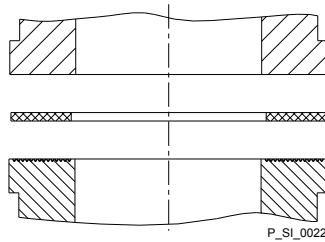

Abb. 15: Elastomer-Flachdichtung bei ungeriffeltem Einlegeteil
- Falls aber ein ungeriffeltes Einlegeteil verwendet wird (z.B. Fremdteil), muss eine Elastomer-Flachdichtung verwendet werden - siehe Abb. 15.